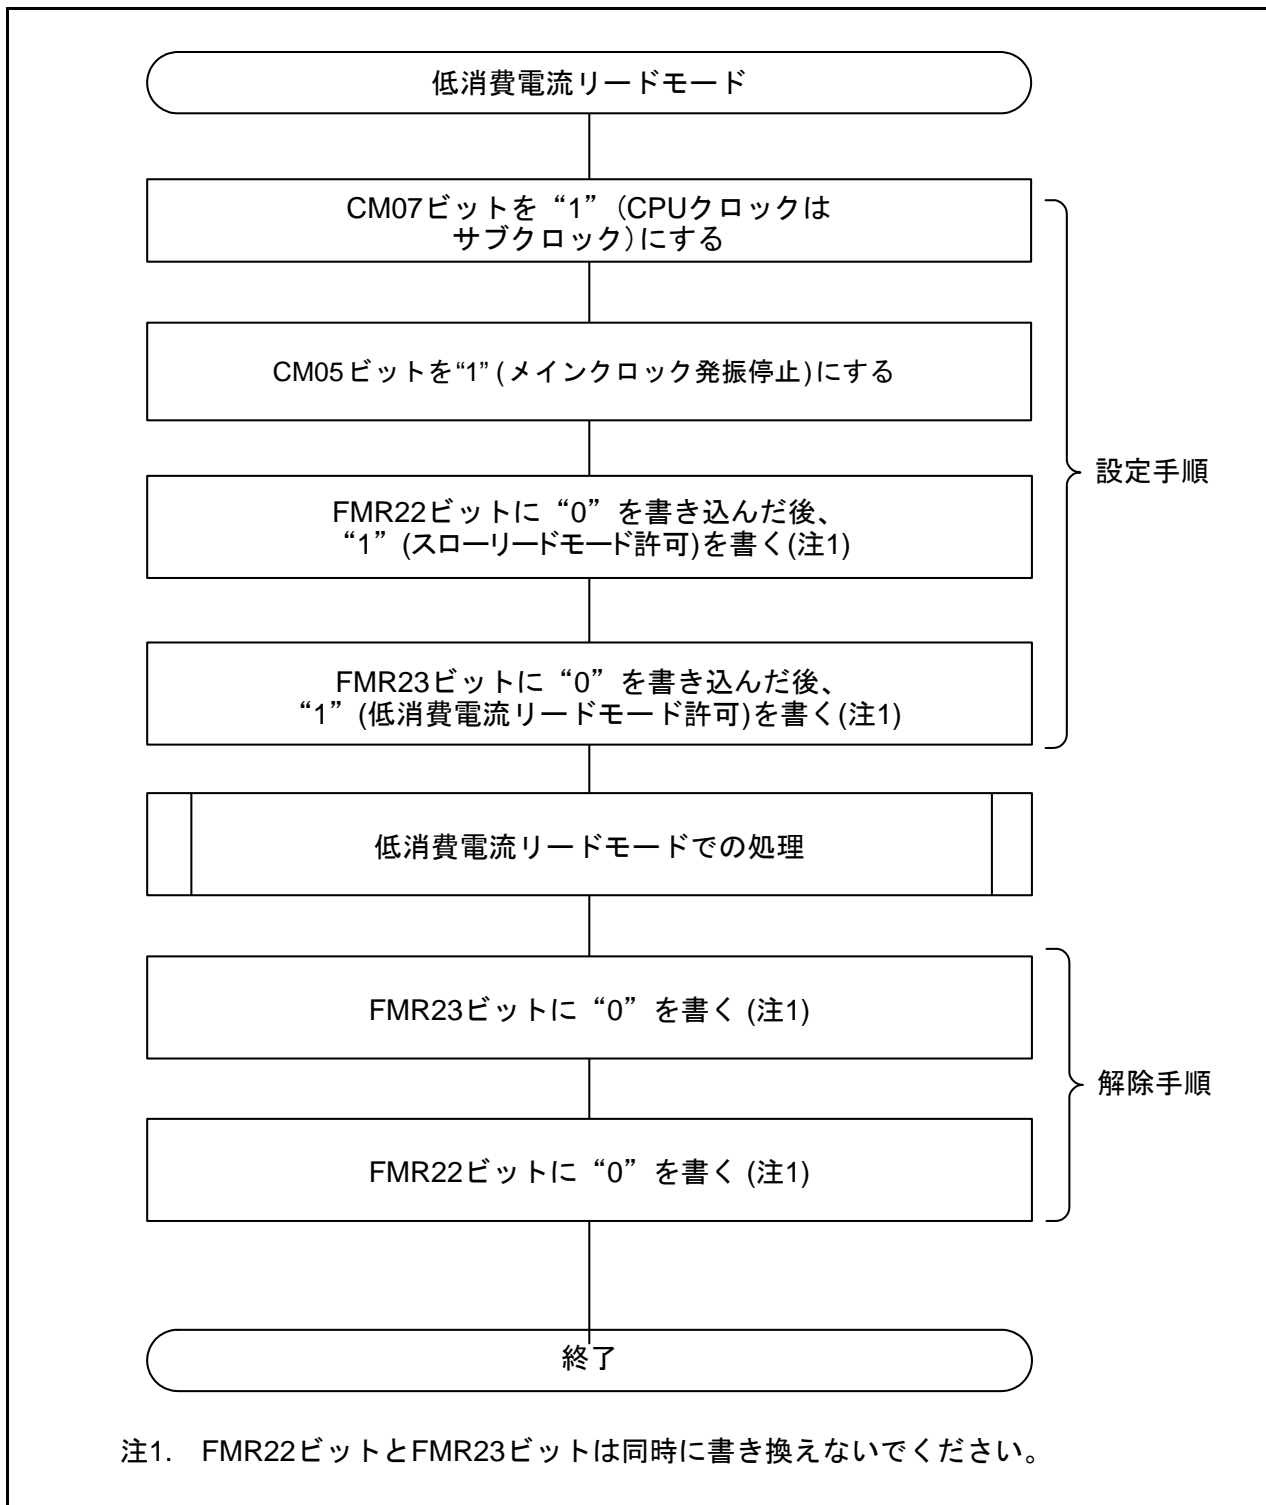

図 9.5 低消費電流リードモードの設定、解除
CM0レジスタのCM07ビットが“1”(CPUクロックはサブクロック)のとき使用できます。図9.5に低消費電流リードモードの設定、解除を示します。
- 低消費電流リードモードに遷移する際は、スローリードモードを経由してください(「図 9.5 低消費電流リードモードの設定、解除」参照)。